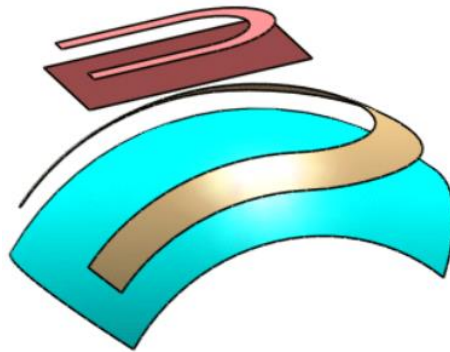

Figura 2.37 Explicación Translation.
- **Translation (Figura 2.37):** la distancia entre el resultado final y la superficie objetivo es igual a la distancia entre la geometría inicial y la superficie de referencia.